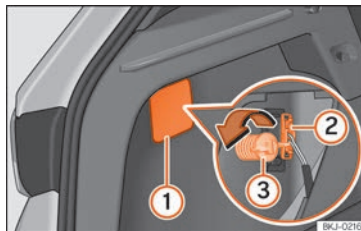
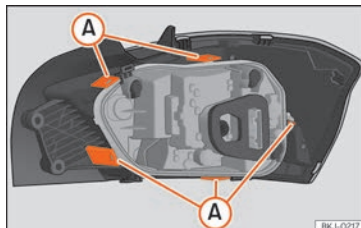

Abb. 108 Gepäckraum: Zugang zur Befestigungsschraube der Heckleuchte
Abb. 109 Befestigungslaschen Rückseite Heckleuchte.
3. Hebeln Sie die Abdeckung an der Aussparung » Abb. 108 ① mit dem flachen Teil des Schraubendrehers ab.
4. Ziehen Sie den Stecker von der Lampe ② ab.
5. Schrauben Sie mit der Hand oder mit Hilfe eines Schraubendrehers die Befestigungsschraube der Leuchte ③ heraus.
7. Bauen Sie den Lampenträger aus, indem Sie die Befestigungslaschen » Abb. 109 A entriegeln.